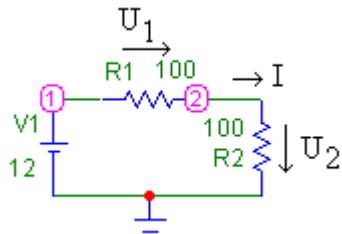

Рис. 2.8
2.6.1. Соберите резистивную цепь с источником постоянного напряжения $V1 = 12$ В и двумя последовательно соединенными сопротивлениями $R1 = R2 = 100$ Ом, показанную на рис. 2.8.
2.6.6. В цепи **рис. 2.8** установите следующие параметры элементов
Значения тока I в миллиамперах в цепи на рис. 2.8 внесите в АКОС-МВ (Тема 20): тема 20, ответ 1.